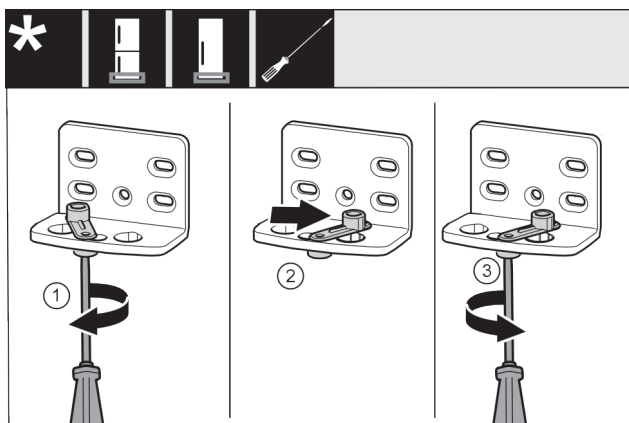

Fig. 14
- Odvijačem labavo uvrnite vijak Fig. 14 (1).
- Podignite pomagalo za zatvaranje vrata Fig. 14 (2) i okrenite ga za 90° nadesno u provrt.
- Odvijačem pritegnite vijak Fig. 14 (3).